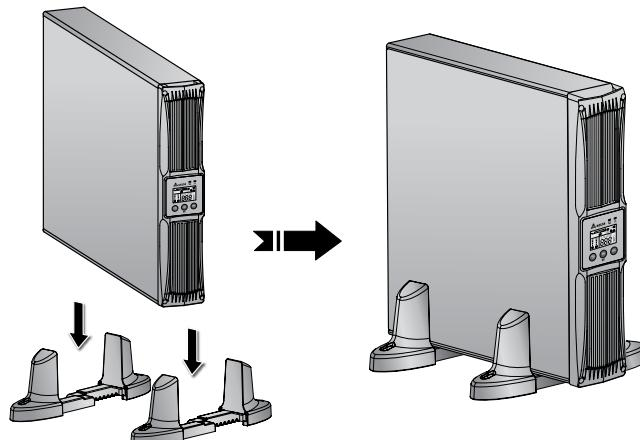

Рис. 3-10. Установите ИБП в опоры для вертикального монтажа
- 6 Установите ИБП в опоры для вертикального монтажа (этую операцию следует выполнять вдвоём). См. Рис. 3-10.